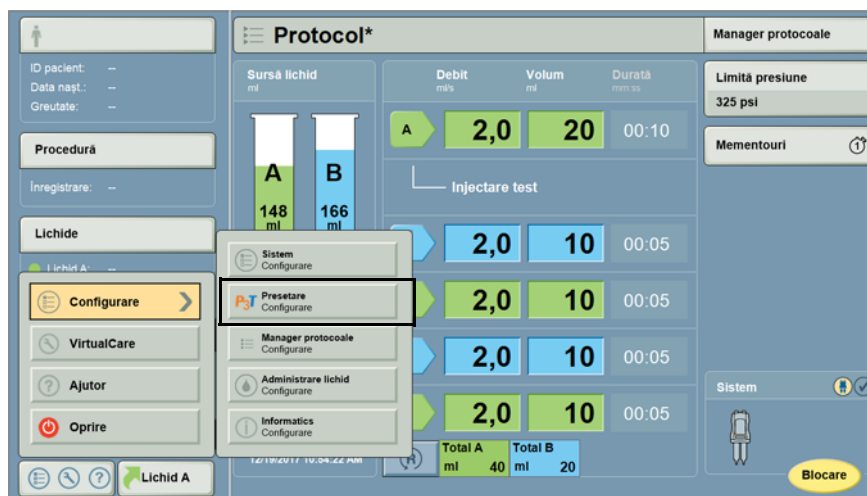

Figura 13 - 4: Categoriile de configurare (Configurare P3T)
2. Selectați opțiunea **Configurare setare prestabilită P3T**. Consultați Figura 13 - 4: Categoriile de configurare (Configurare P3T).